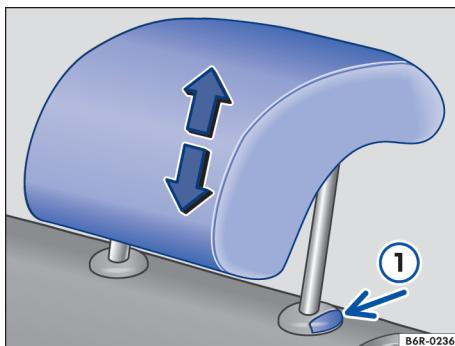

Fig. 62 Desinstalar o apoio para cabeça traseiro.
- Retirar o apoio para cabeça com o botão ⓘ → Fig. 62 ① pressionado.
- Empurrar o apoio para cabeça para baixo com o botão → Fig. 62 ① pressionado.